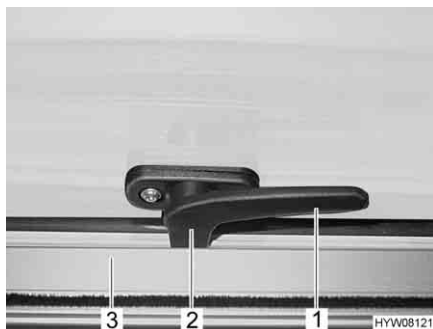

Fig. 105 Alavanca de trava na posição "Fechada"
- Gire a alavanca de trava (Fig. 105,1) um quarto de volta na direção do meio da janela.
- Gire a alavanca de trava (Fig. 105,1) um quarto de volta na direção da moldura da janela. A ponta de trava (Fig. 105,2) fica posicionada na parte interior do dispositivo de bloqueio da janela (Fig. 105,3).